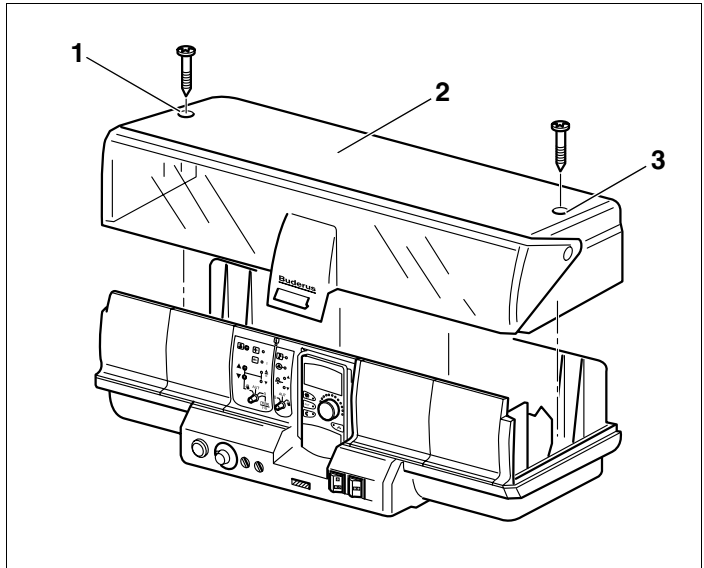

Fig. 18 Fjerning av deksler
- Løsne de to skruene (fig. 18, **pos. 1 og 3**) på oversiden av kontrollpanelet.
- Løft av klemmedekselet (fig. 18, **pos. 2**).